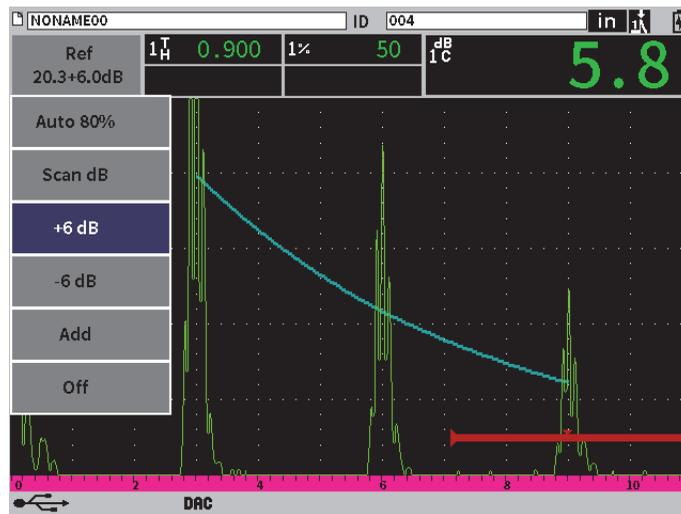

図 11-11 6 dB 補正ゲインによる標準 DAC
2. 粗または細増分を調整するか、もしくは +6 dB または -6 dB ボタンを使用して補正ゲインを増減します（187 ページの図 11-11 参照）。